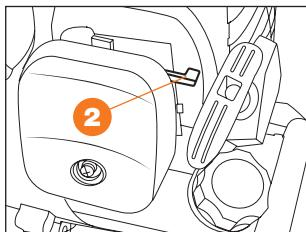

Рис. 15
- При запуске холодного двигателя закройте воздушную заслонку карбюратора. Для этого рычаг управления воздушной заслонкой **2** переведите в верхнее положение **ЗАКРЫТО | \ |** (Рис. 15). При запуске прогретого двигателя, заслонку не закрывайте.
- После того, как двигатель заведется дайте ему прогреться 5-10 сек. и переведите рычаг воздушной заслонки в положение **ОТКРЫТО | + |** (Рис. 15).